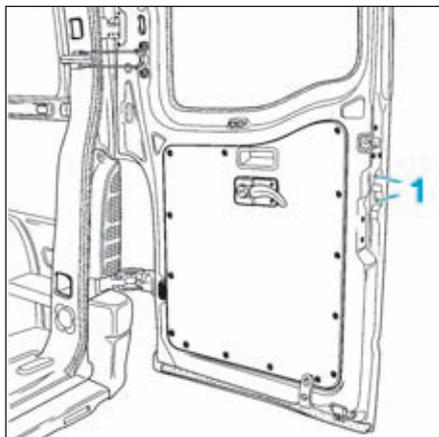

FIG.149
- Déposer les deux vis (1) (Fig.149).